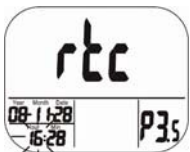

Fig. 15: Ajuste de la hora (reloj)
- Pulse SET para guardar la configuración y entrar en el modo P3.5 para ajustar las horas, (Fig. 15). Pulse el botón Set para guardar y entrar en P 3,6 para ajustar los minutos o presione ESC para volver al P3.0 sin guardar.